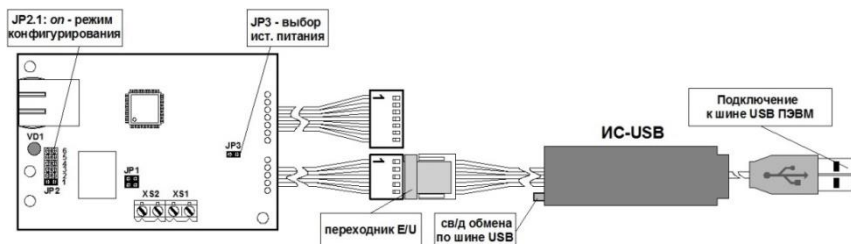

Рис. 4 Схема подключения модуля к ПЭВМ
1) подключить модуль к ПЭВМ (см. рисунок 4);